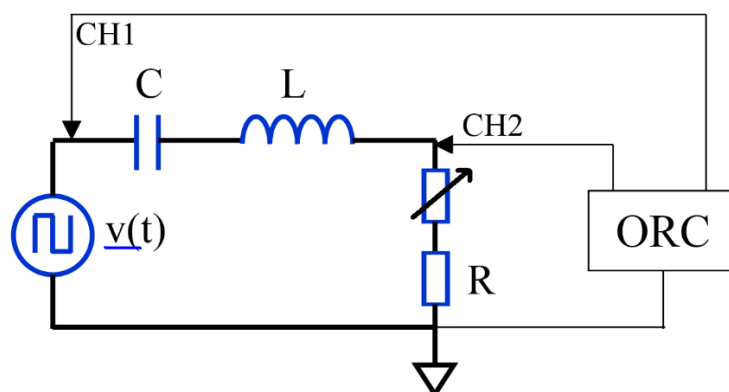

Figura 1. Circuito RLC serie.
2. Realice una simulación en LTspice del circuito RLC serie de la figura 1, con los valores de inductancia y capacitancia anteriores, además de una resistencia de 100Ω en serie con el potenciómetro de $5 \text{ k}\Omega$, y obtenga las formas de onda de la corriente para las condiciones: subamortiguado, críticamente amortiguado y sobreamortiguado. Utilice para ello el rango completo de potenciómetro y presente sus resultados en la bitácora.
1. Construya el circuito de medición de la Figura 1.